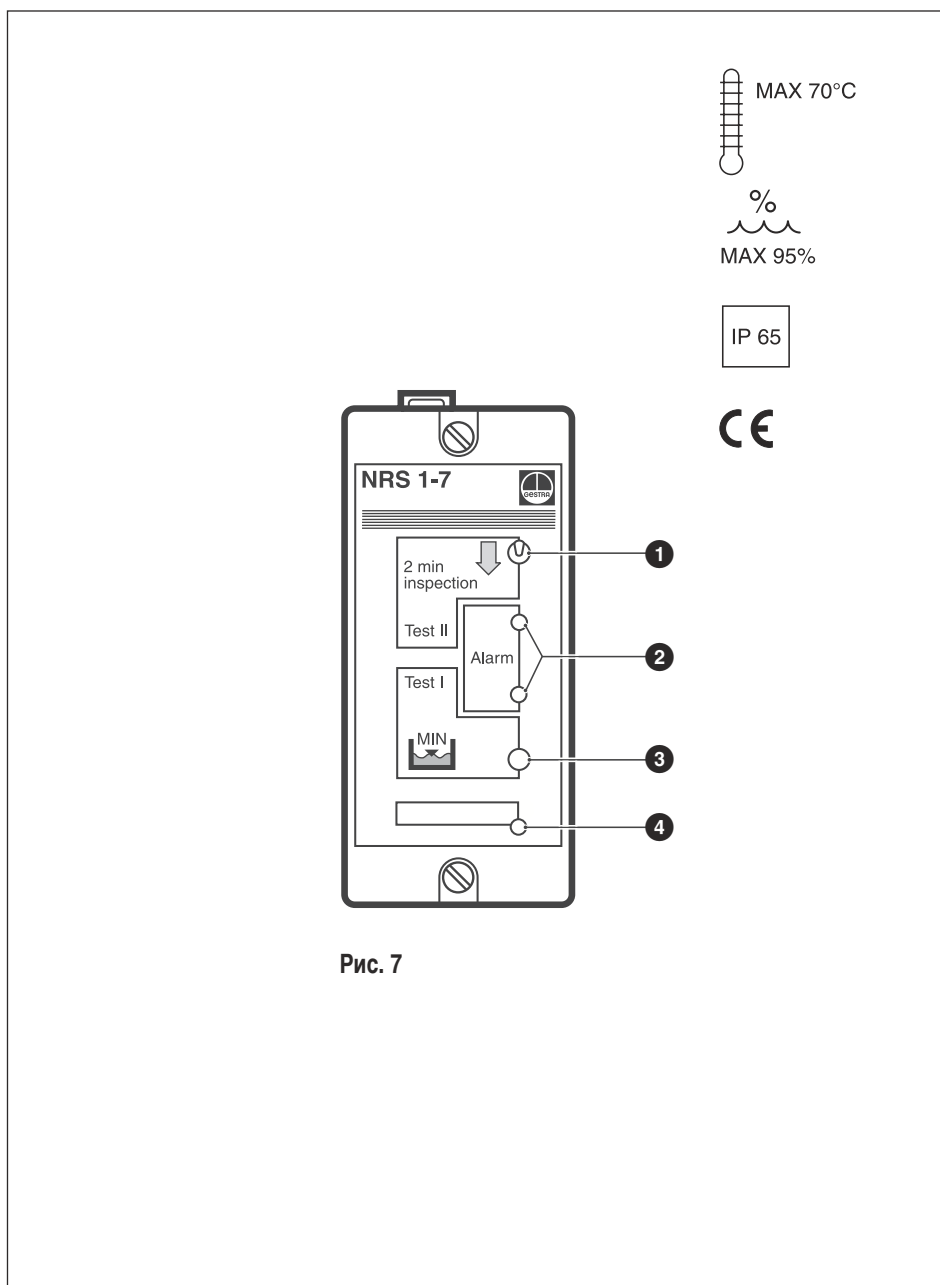

Рис. 7
2. После подачи питающего напряжения зеленый светодиод **4** должен постоянно светиться, **Рис. 7.**